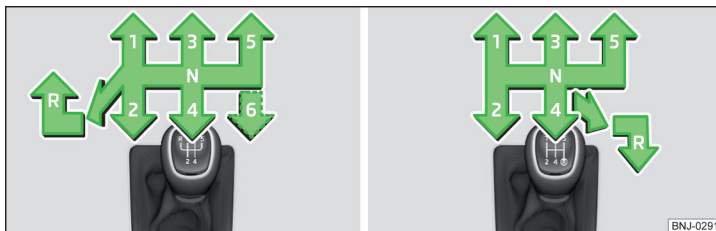

Fig. 211 **Schemă de selectare: varianta 1 (cutia de viteze cu 5 / 6 trepte de viteze) / varianta 2 (cutia de viteze cu 5 trepte cu motor 1,0 l MPI)**
Pe schimbătorul de viteze este reprezentată schema de selectare pentru pozițiile individuale ale treptelor de viteză » fig. 211.
- Apăsați maneta schimbătorului de viteze în jos, complet spre stânga și apoi spre înainte, în poziția **R** » fig. 211.